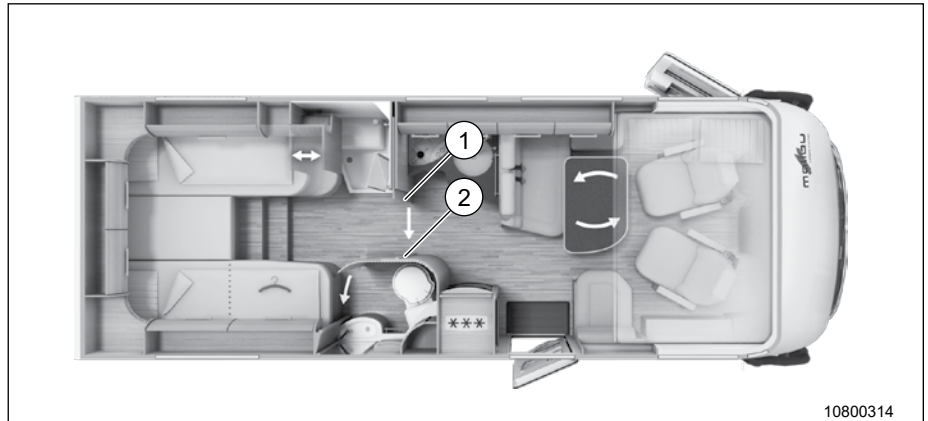

Fig. 73 Création d'un dressing au niveau de la salle de bains spacieuse et de la cloison de séparation
1. Ouvrir le bouton de fermeture (Fig. 73, Pos. 1) et relâcher la serrure de la cloison.
2. Sortir la cloison de séparation (Fig. 73, Pos. 2) et l'amener sur la paroi extérieure du cabinet de toilette et la fermer.